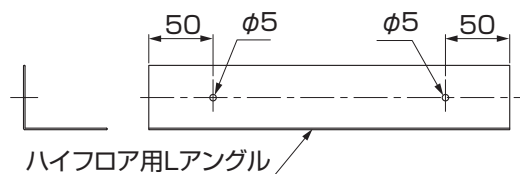

図9-1
- ①ハイフロア用Lアングルの両端から50mmの位置にφ5、レールベースにφ3.5の下穴をあけてください。（図9-1参照）